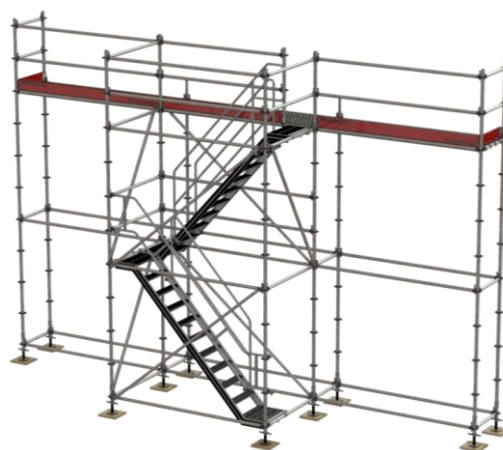

Figure 7.2 : Configuration d'escalier A
- A) Construire un segment supplémentaire de 0,732 x 2,572 m à l'extérieur de l'échafaudage. Tous les escaliers sont montés dans la même direction. L'utilisateur peut accéder à chaque étage de l'échafaudage. Il peut s'y déplacer et emprunter l'escalier suivant pour passer à l'étage au-dessus (figure 7.2).